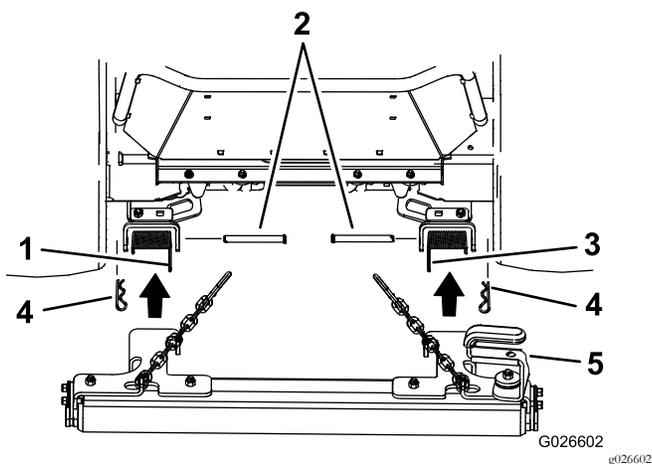
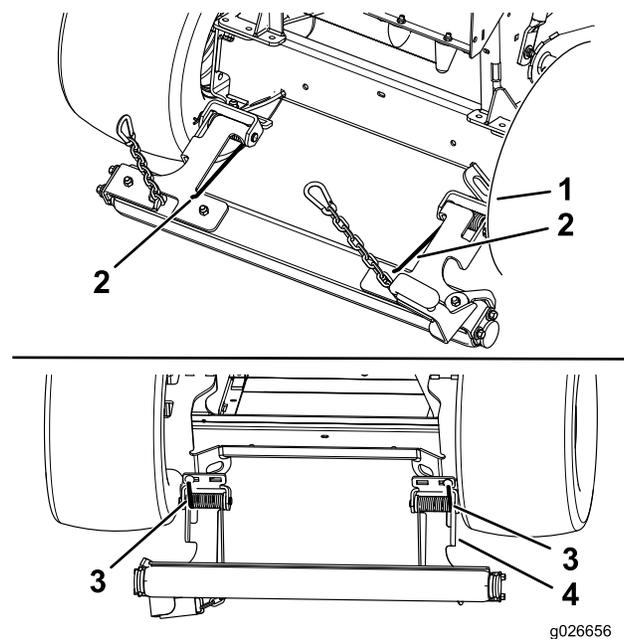

Figure 3
Figure 5
- Placez les ressorts dans les pattes de montage du rouleau traceur (Figure 3). Veillez à bien placer les tiges courtes extérieures des ressorts sous les pattes de montage (Figure 5).
- Tirez la tige de ressort intérieure pour la placer sur le support de rouleau (Figure 5).